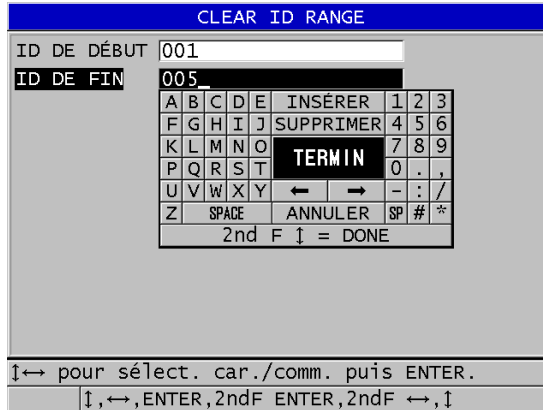

Figure 11-21 Suppression de plusieurs identificateurs dans le fichier actif
3. Dans l'écran **CLEAR ID RANGE**, faites ce qui suit (voir la Figure 11-21 à la page 215) :